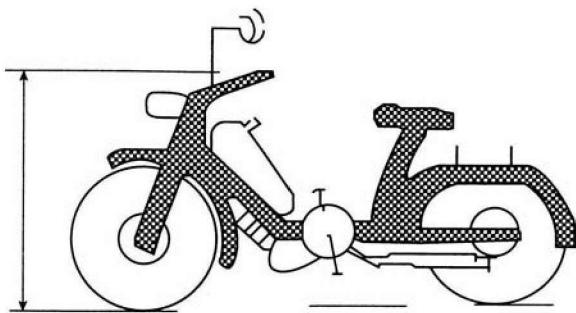

图 1-6 摩托车的高
(4) 高: 支承面与接触车辆顶端(后视镜除外)的水平面间的距离, 如图 1-6 所示, 单位为  $\text{mm}$ 。